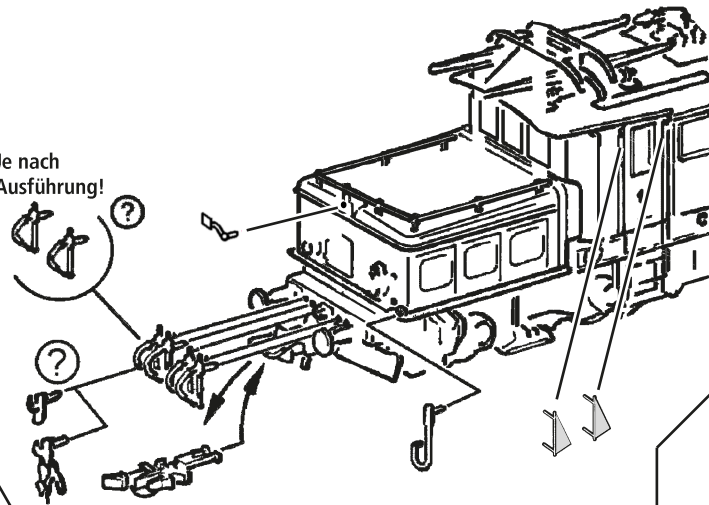

Fig. 3
Mehrzugbetrieb: Zuerst Lokgehäuse abnehmen (Fig. 3). Danach den Brückenstecker aus der Schnittstelle entfernen (diesen sorgsam aufbewahren). Danach den Stecker des Steuerbausteins lagerichtig einsetzen (siehe Fig. 5).
2. Schmierung: Versehen Sie die im Schmierplan in Fig. 7 gekennzeichneten Stellen mit nur **kleinen Öltröpfen**. Dazu zuerst das Lokgehäuse abnehmen (Fig. 3). Wir empfehlen den ROCO **Öler Art.-Nr. 10906**. Fürs Schmieren der Getriebeteile (Zahnräder, Schnecke) empfehlen wir das **ROCO-Spezialfett Art.-Nr. 10905**. Im Falle der Schmierung diese Teile **nicht ölen**.
4. Kohlebürstenwechsel: Lokgehäuse abnehmen (Fig. 3). Danach wird der Motor ausgebaut und die Kohlebürsten ausgewechselt (Fig. 6).
2. Lubrication: Apply **tiny oil drops** to spots marked in fig. 7. Prior to lubrication dismantle locomotive (fig. 3). We recommend using item no. **10906, Roco oiler**. For lubrication the gearparts (e.g. cogwheels, worm) we would recommend our Roco **special grease** (item no. **10905**).
4. Carbon Brush Changing: First remove loco body (fig. 3), and then the motor (fig. 6).